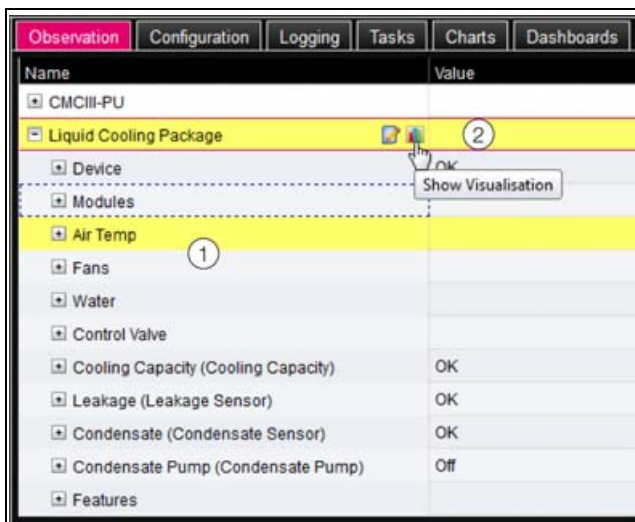

Abb. 103: Baumstruktur
Wenn nach Anwahl der Ebene „Liquid Cooling Package“ die untergeordneten Einträge „Device“, „Air“, „Water“ usw. angezeigt werden (Abb. 103) schalten Sie folgendermaßen auf die grafische Darstellung um:
- Drücken Sie das farbige „Grafik“-Symbol hinter dem Eintrag „Liquid Cooling Package“ in Form eines stilisierten Diagramms (Abb. 103, Pos. 2).
Die Anzeige wechselt in die Baumdarstellung (Abb. 103) und Sie können gezielt auf die einzelnen Einstellwerte für das Liquid Cooling Package zugreifen.